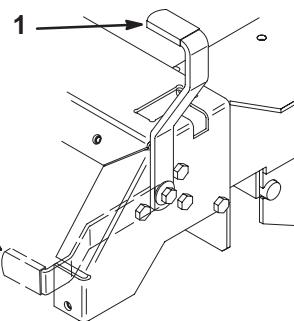

Bild 4
2. Ziehen Sie den Feststellbremsshebel nach hinten und oben, um die Feststellbremse zu aktivieren (Bild 4). Der Feststellbremsshebel muss fest in der aktivierte Stellung bleiben.
Drücken Sie den Feststellbremsshebel nach vorne und unten, um die Feststellbremse zu lösen (Bild 4).